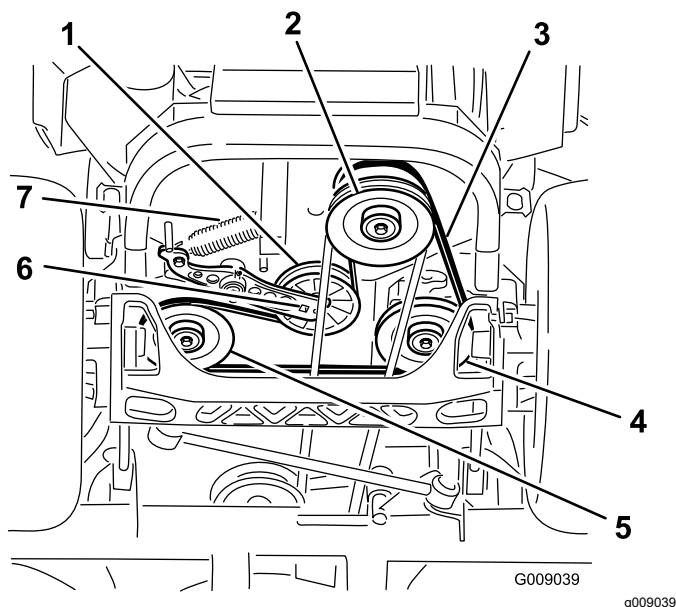

Figura 97
4. Levante la máquina y apóyela sobre gatos fijos (**Figura 97**).
5. Utilice una llave de carraca en el orificio cuadrado del brazo tensor para retirar el muelle tensor (Figura 97).
6. Desenganche el muelle de la polea tensora del bastidor (Figura 97).
9. Utilizando la llave de carraca en el orificio cuadrado del brazo tensor, instale el muelle tensor en el bastidor (Figura 97).